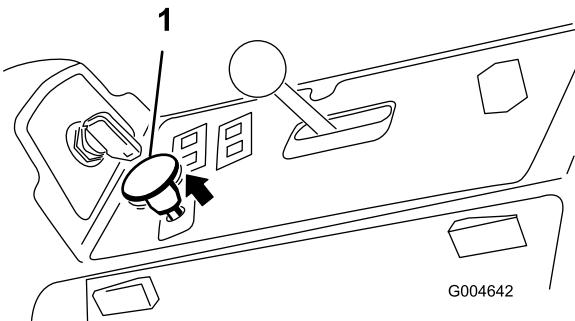

図 22
3. PTO スイッチを引くと PTO が作動を開始する（図 22）。